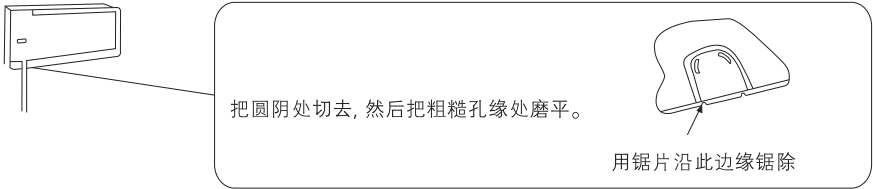

图8
- (2) 如铜管是从左边或下边引出时,应扳去左边的出管板,或把下盖板上如下图所示部位锯除,然后把铜管塞进。(图8)